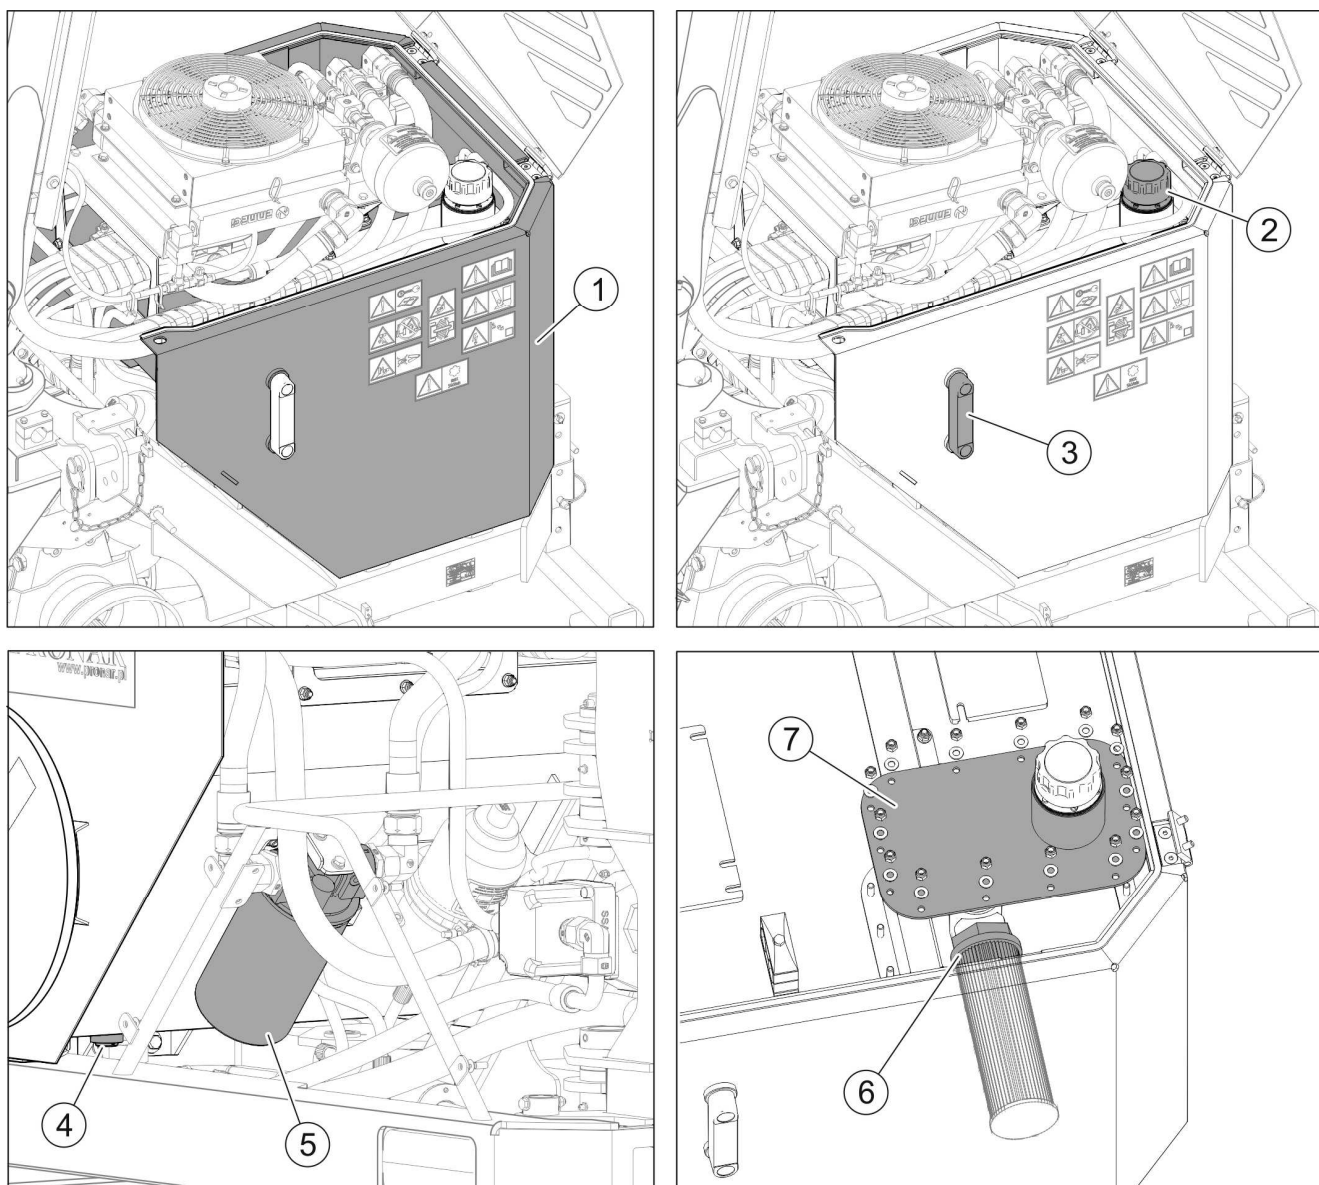

РИСУНОК 5.1 Резервуар для масла
Маслобак (1) (РИСУНОК 5.1) вмещает 180 л гидравлического масла типа HL46. Необходимо ежедневно контролировать герметичность сварных соединений в маслобаке и места подсоединения гидравлических проводов к маслобаку.